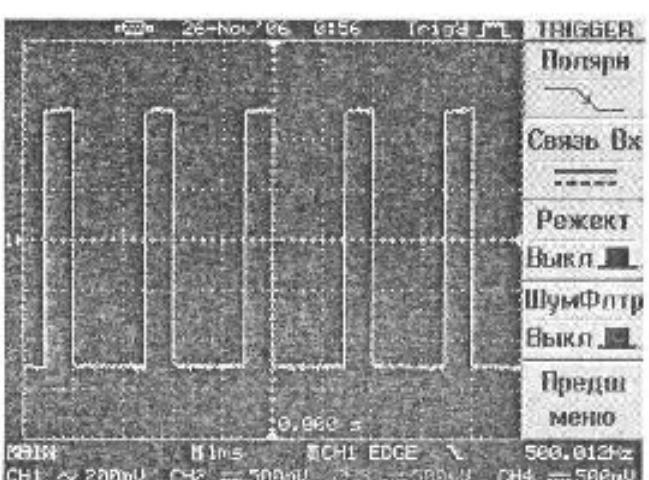
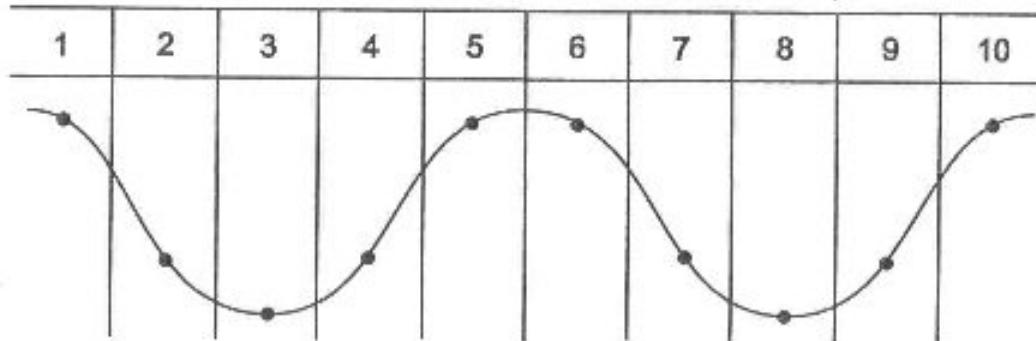

Рис.8-11. Отрицательная полярность сигнала
Рис. 8-15. Принцип формирования стандартных выборок
- 1) при задании положительной полярности сигнала, анализироваться будет длительность импульса, отмеченная на рис. 8-11 как (1). В этом случае после запуска развертки изображение на ЖКИ будет как на рас. 8-12
- 2) при задании отрицательной полярности сигнала, анализироваться будет длительность импульса, отмеченная на рис. 8-11 как (2). В этом случае после запуска развертки изображение на ЖКИ будет как на рас. 8-13
- **По событию.** Нажатием на кнопку F3 и вращением многофункционального регулятора задаете количество событий (импульсов) от момента появления импульса синхронизации до момента запуска линии развертки. Вы можете регулировать количество событий в пределах 2..65000. На рис. 8-15 приведены пояснения к этому режиму. В момент появления первого импульса запускается схема задержки схемы синхронизации, количество импульсов задержки (на рис. 8-11 их два) определяется пользователем, после окончания последнего события линии развертки будет запущена первым импульсом, следующим после окончания времени задержки (третий импульс).